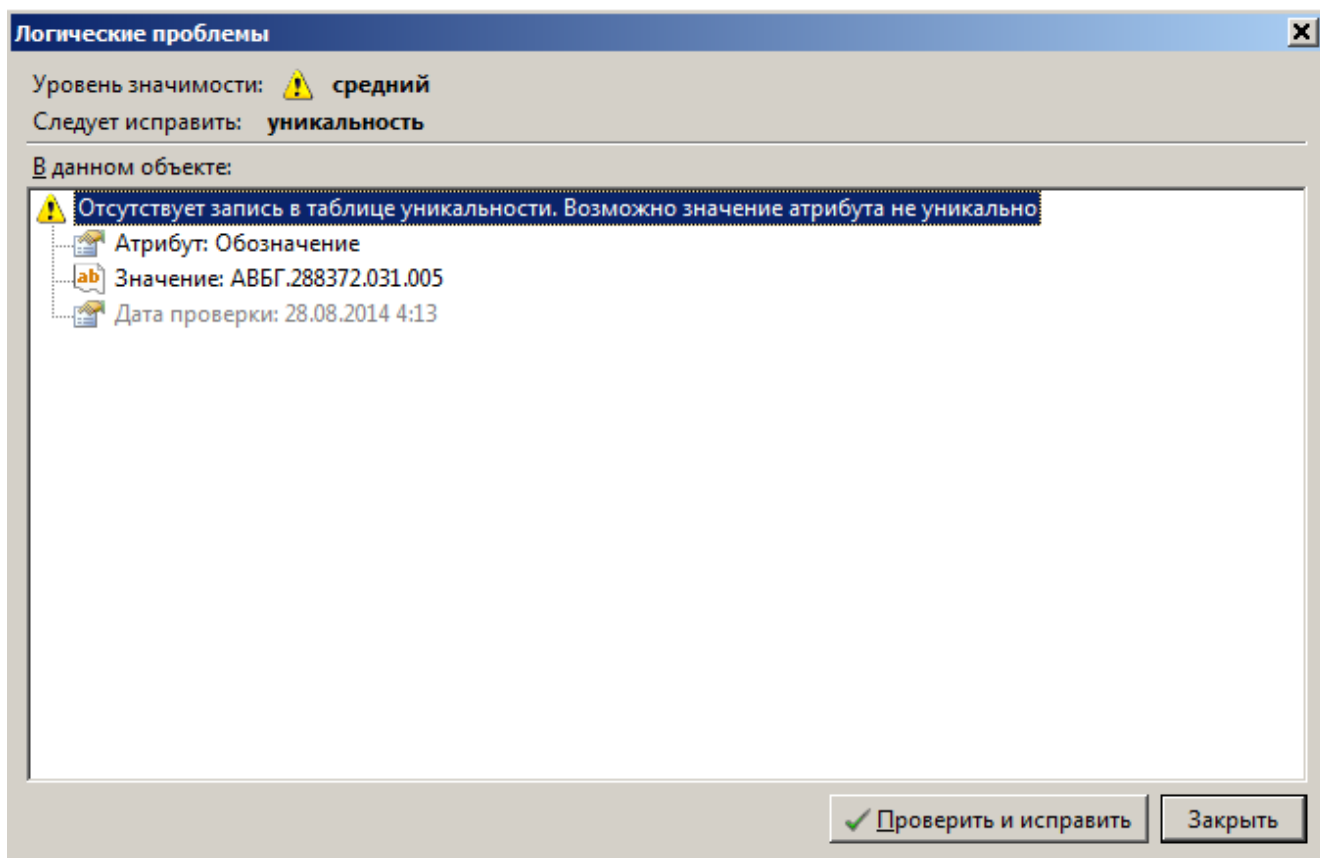

Рисунок 308 — Описание проблемы
- описание проблемы будет приведено в окне (Рисунок 308);